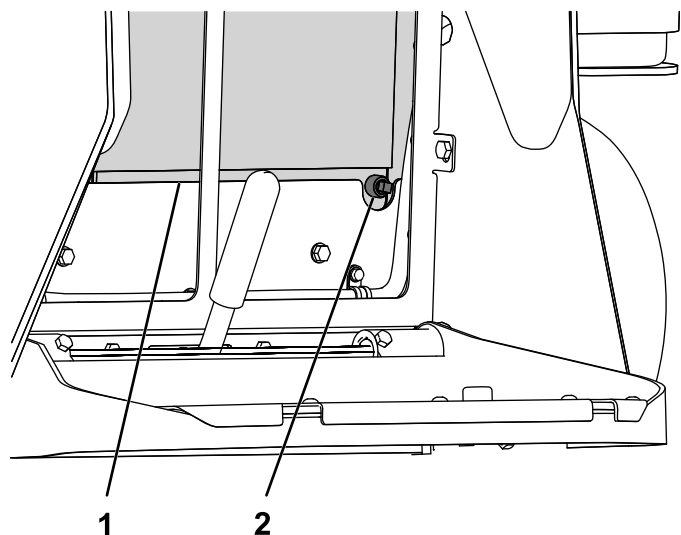

Figura 5
2. Posizionate una grande bacinella di spurgo sotto l'orifizio del tappo di spurgo e svitate il tappo (Figura 5).